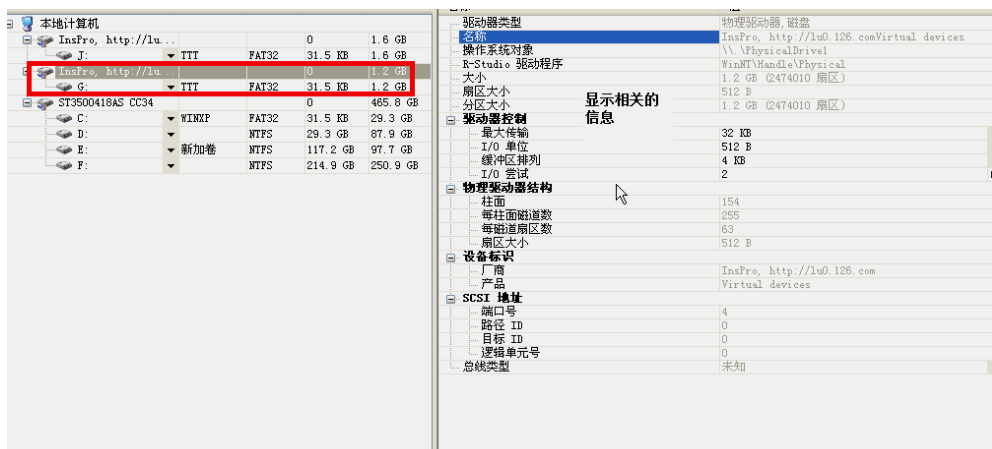

图 5-53 硬盘的基本属性
- (1) R-Studio 查看硬盘的属性，如图 5-53 所示。